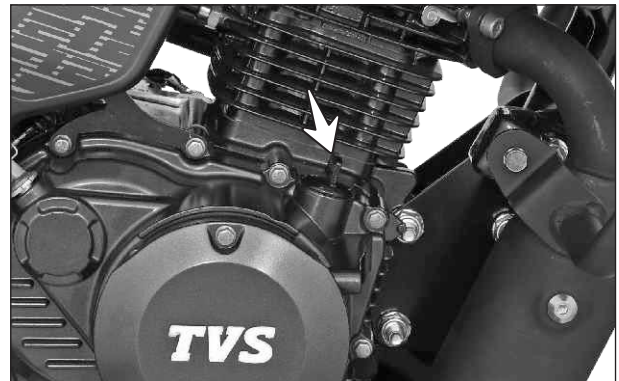

Fig. 2.1
- Retire el tapón de llenado de aceite para facilitar el drenado del aceite. (Fig. 2.1)